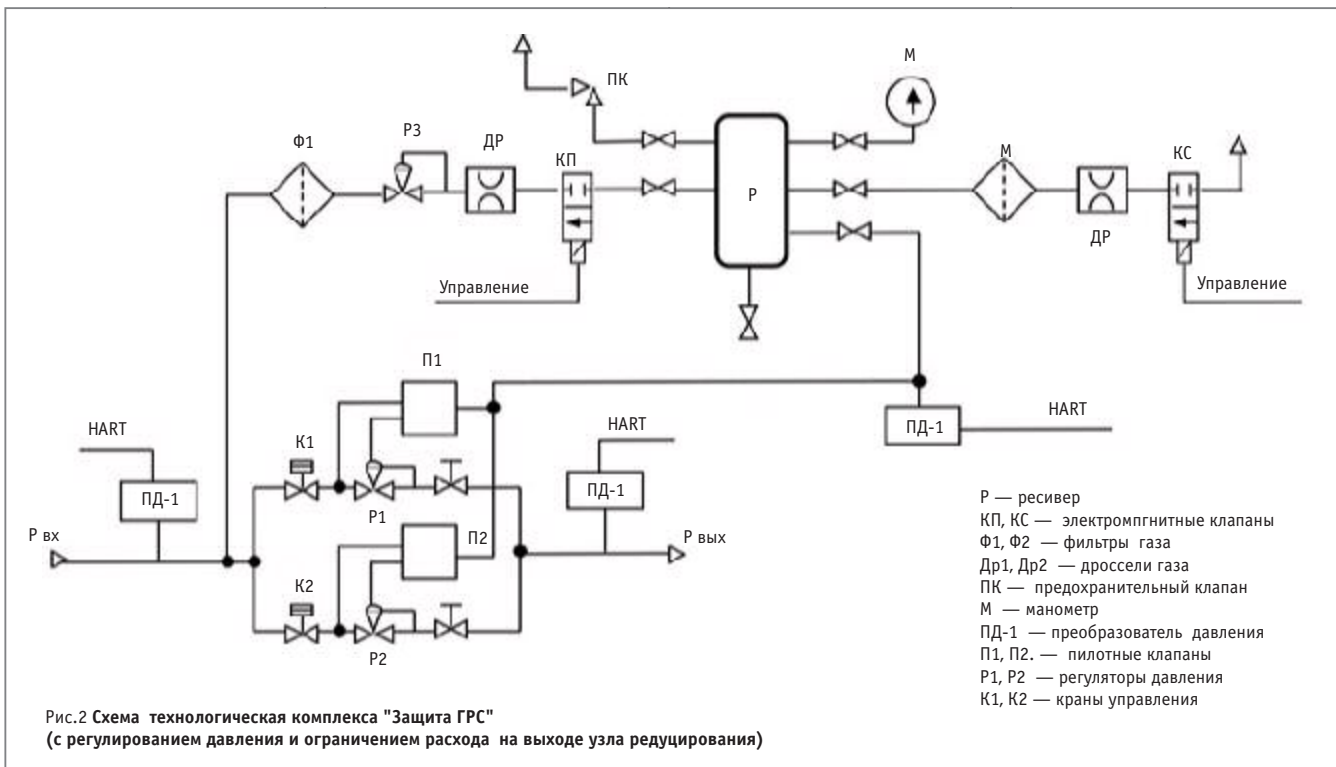

Рис.2 Схема технологического комплекса "Защита ГРС" (с регулированием давления и ограничением расхода на выходе узла редуцирования)
- Технологическая схема комплекса приведена на **рис. 2**.